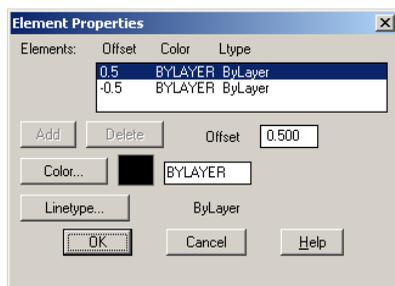

Рис. 1.16. Диалоговое окно определения свойств элемента мультилинии
- **Style** – выбор стиля. При построении мультилиний используется стиль мультилинии. Он создается в диалоговом окне **Multiline Styles**, которое вызывается из падающего меню *Format > Multiline Style...* (рис. 1.16). Щелчком мыши по кнопке **Load...** можно загрузить существующий стиль; сохранить вновь созданный на диске – нажатием кнопки **Save...**, добавить свой – нажатием кнопки **Add**. Имя добавляемого стиля должно быть задано в текстовом поле **Name**:. По умолчанию используется стиль **STANDARD**.
Свойства элементов мультилинии определяются в диалоговом окне **Element Properties** (рис. 1.16):